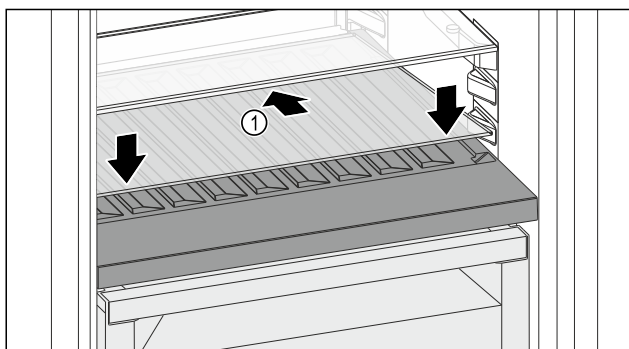

Fig. 159
- Helyezze be ferdén, hátul lefelé döntve az üveglapot Fig. 159 (1).
- Engedje le az üveglap Fig. 159 (1) elejét.